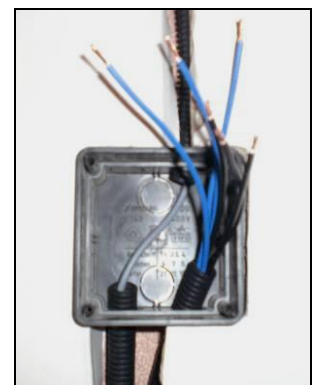

Bild 2
- Fräsen Sie in die Wand senkrecht unterhalb der erwähnten UP-Dose, ca. 20 cm ab Boden, ein weiteres Loch für eine Schlaufdose. (Bild 2) In diese Dose wird das Kabel von der InfraFoil Bodenheizung hineingeführt. Es können auch mehr als nur 1 Heizfolie angeschlossen werden. Dann werden auch mehr als 1 Stromkabel hineingeführt.